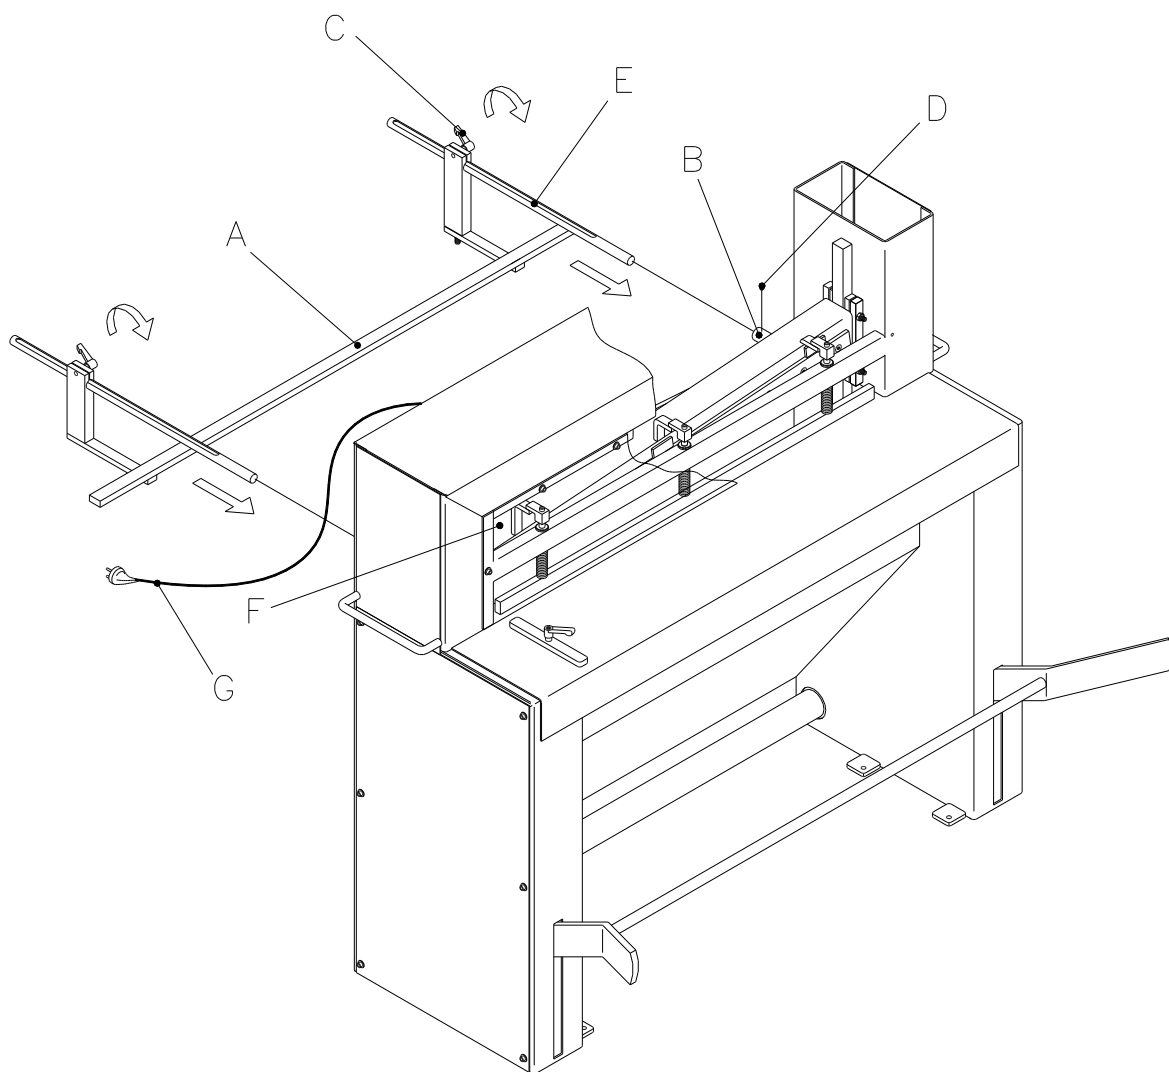

Fig. 1.1
På bagsiden af saksen påmonteres pladestoppet (A), som vist i *fig. 1.1*. Når pladestoppet (A) er monteret i holderne (B), løsnes håndtagene (C) og pinolskruen (D), bagstoppet skubbes ind mod underkniven, hvorefter målstængerne (E) nulstilles og pinolskruerne (D) efterspændes. Til slut fjernes beskyttelsesfilmen fra beskyttelsespladen (F), og stikket (G) for lysarmaturet isættes en kontakt med 1x220-240V.